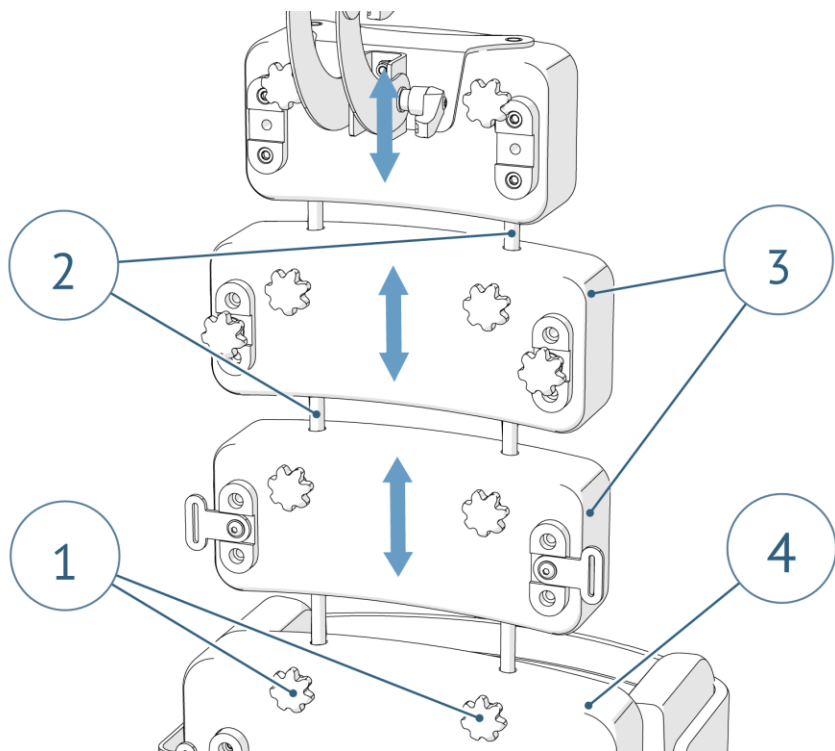

Рисунок 23. Дополнительные опоры для туловища
Дополнительная опора для туловища/спины применяется для увеличения длины основной опоры для туловища/бедер. Для изменения количества опор отверните рукоятки (1) и разблокируйте держатель спинки (2). Извлеките держатель спинки с дополнительными опорами (3) из основной опоры (4). Установите, либо снимите дополнительные опоры с держателя спинки. Установите держатель спинки с дополнительными опорами в отверстия основной опоры и затяните рукоятки (1) (рис.23).